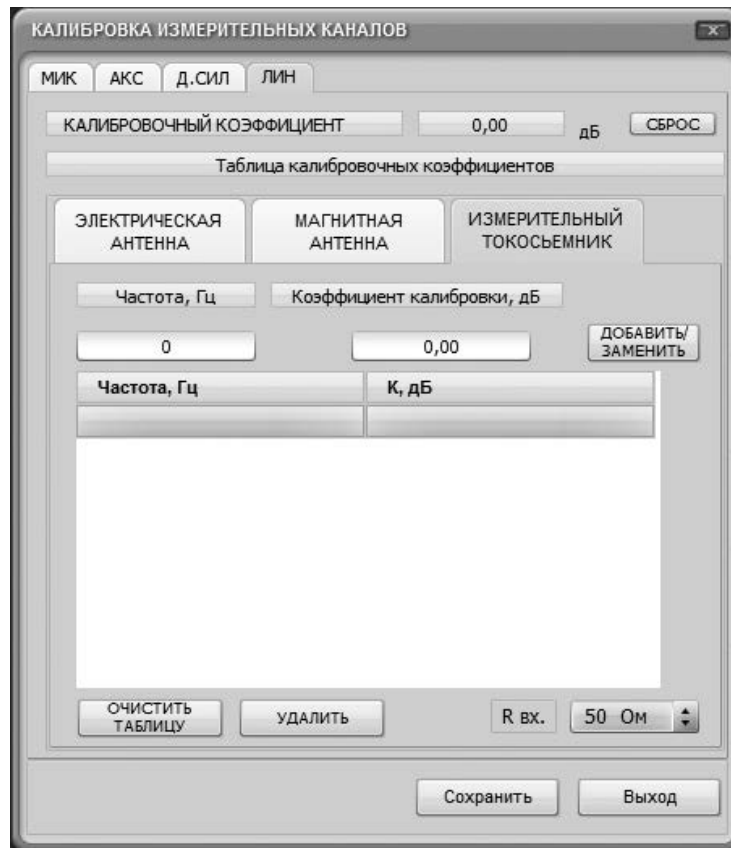

Рисунок 9 – Общий вид экранной формы «КАЛИБРОВКА ИЗМЕРИТЕЛЬНЫХ КАНАЛОВ» при работе с каналом «ЛИН»
10.3.5 При выборе канала «ЛИН» на монитор выводится экранная форма, приведенная на рис. 9.